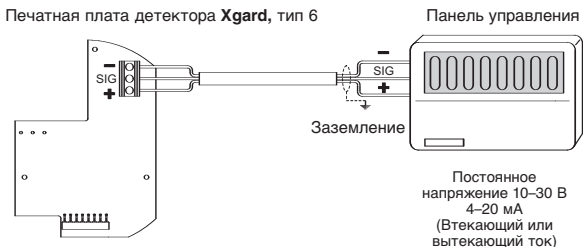

Рис. 15. Электрические соединения детектора Xgard, тип 6
2. Проверить правильность выполнения электрических соединений согласно рис. 15.